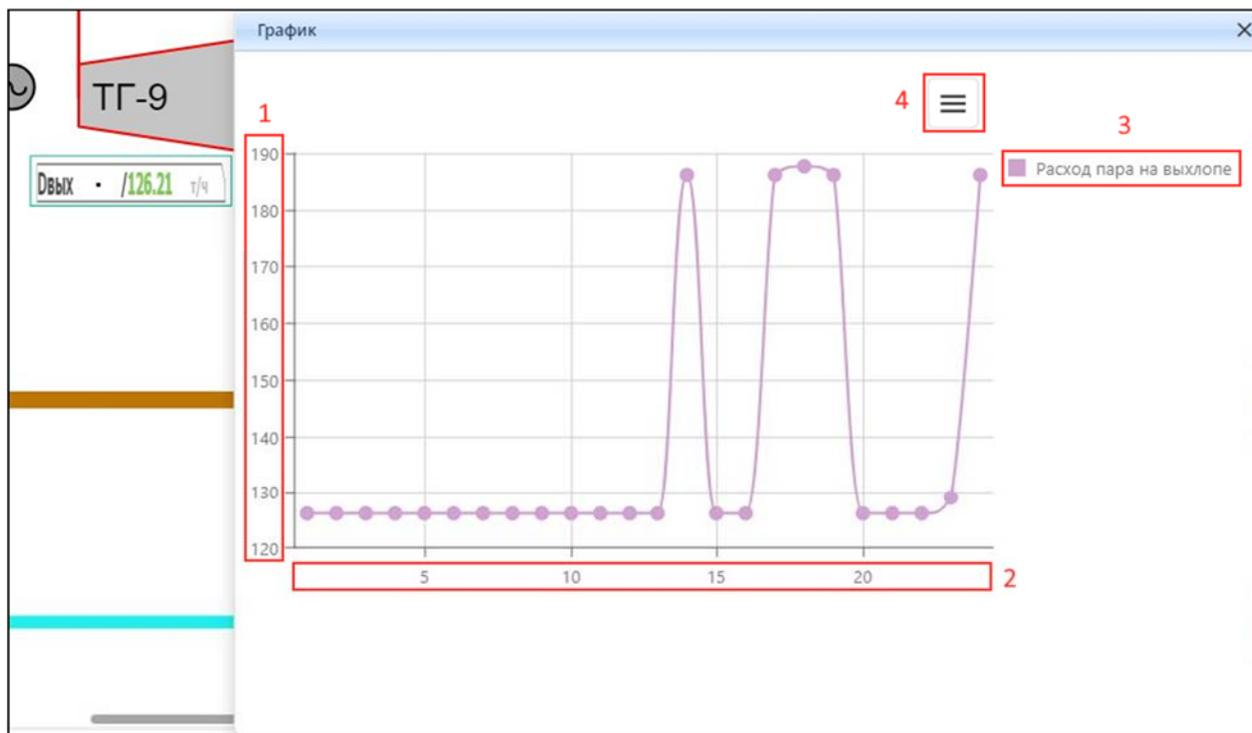
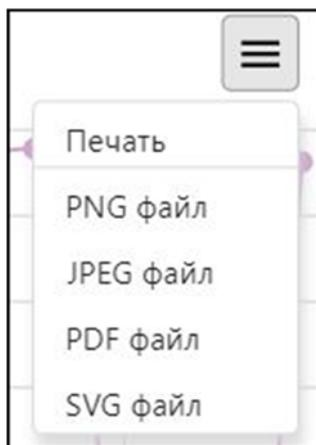

Рисунок 3.3.11 – Интерфейс окна «График»
Рисунок 3.3.12 – Выпадающий список с разным расширением
При выборе одного из показателей кнопкой мыши, откроется новое окно под названием «График» (рис. 3.3.11), в данном окне отобразится график со значениями работы показателя за расчетные сутки. По оси «У» находится рабочий диапазон параметра (1), по оси «Х» находится временной отрезок расчетных суток (2), справа от графика расположена легенда с наименованием параметра (3). Также в данном окне расположена кнопка с выпадающим списком (4), при нажатии, появляется список с возможностью сохранить график в разных форматах (PNG, JPEG, PDF, SVG) или произвести печать на принтере. (рис. 3.3.12).